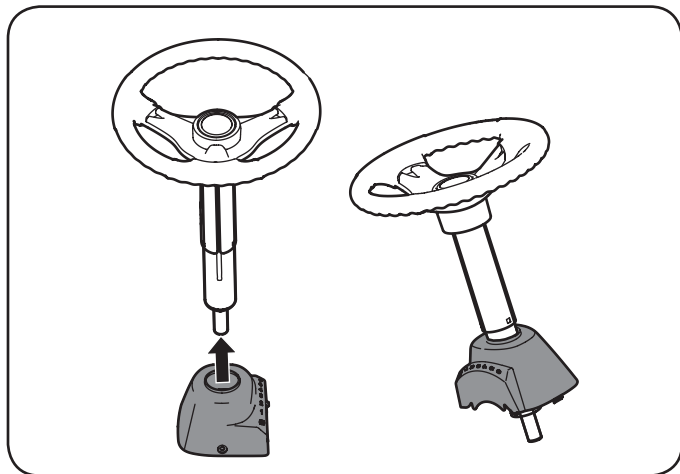

Figura 1
1. Deslice la tapa del pedestal sobre el árbol de la dirección de manera que dicho eje se instale en el tractor, la tapa del pedestal quedará vertical como se indica en la Figura 1.